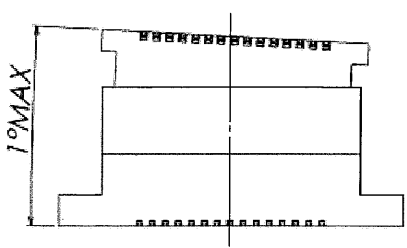
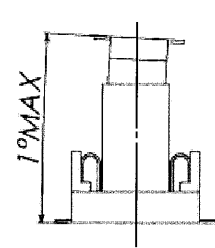

図3/Fig.3
図4/Fig.4
- ・嵌合時の許容角度は図3～図4になりますので、記載角度以下で使用して下さい。
/Please mate below the angle of the figure 3, 4.